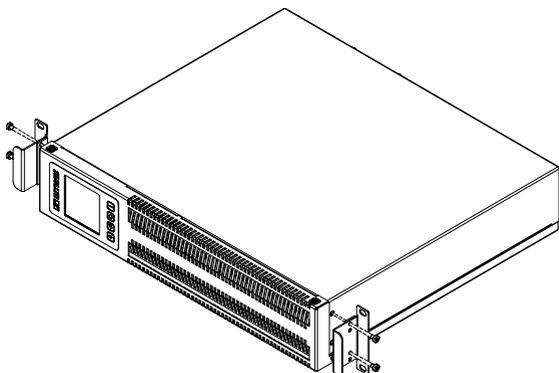

Рисунок 16. Установка кронштейнов для горизонтального крепления у ИБП Штиль STR1101L, STR1101SL и STR1101LD⁵
- вертикально на ровной горизонтальной поверхности (**рисунок 16, 26 и 3б**);